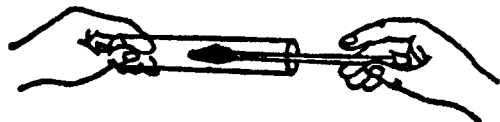

图 1-3 用药匙往试管里送入固体试剂
(5) 可用药匙向试管中加入固体试剂(图 1-3), 也可将取出的药品放在对折的纸片上, 伸进试管约 2/3 处加入。加入块状固体时, 应将试管倾斜, 以使固体沿管壁慢慢滑下。
(6) 有毒药品要在教师指导下取用。